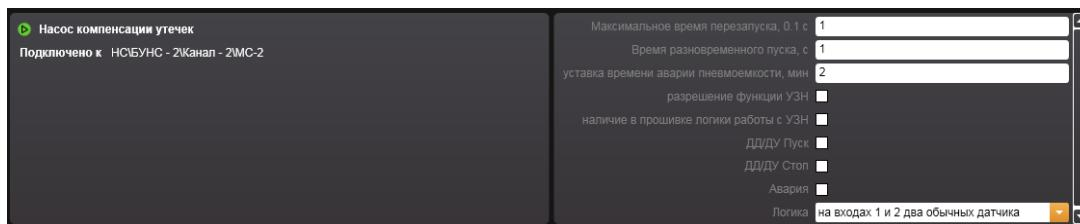

Рисунок 14.3.63 – Свойства адресного устройства Насос компенсации утечек
- 24) При выделенной в рабочей области строке адресного устройства **Насос компенсации утечек**, подключаемого к устройству НС, поле свойств устройства отображает (Рисунок 14.3.63):